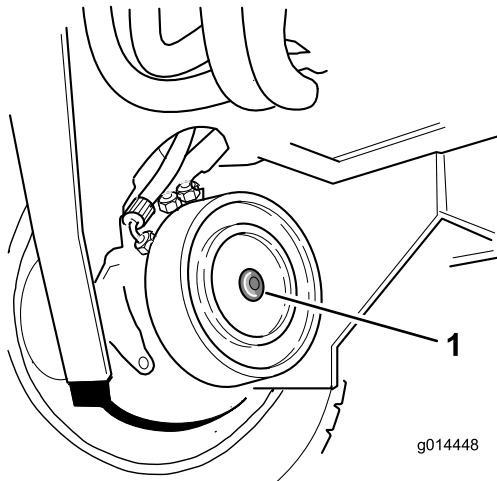

Figure 51
2. Identifiez le frein à disque du moteur de roue avant droite et enlevez le bouchon hexagonal (Figure 51).